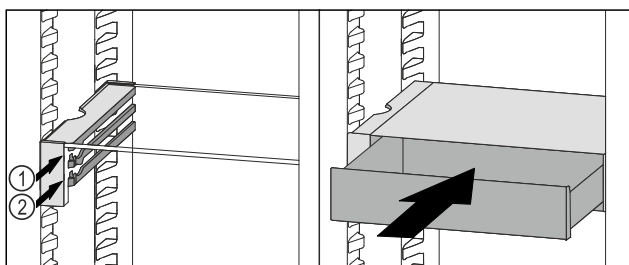

Fig. 140
- ▶ Plasser VarioSafe-skuffen bak stopperne på ønsket rille Fig. 140 (1) eller Fig. 140 (2).